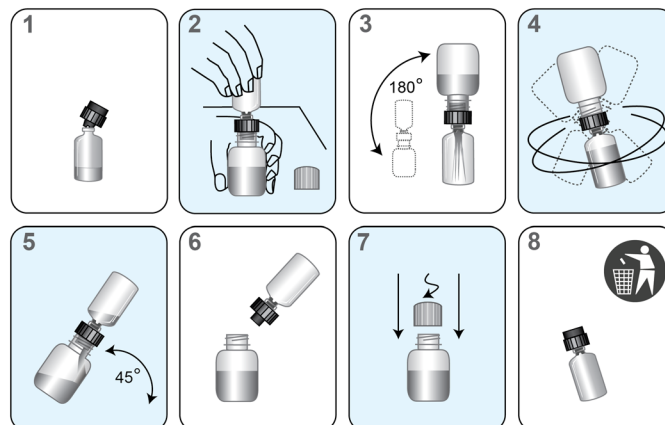

Figura 2. Proceso de reconstitución
- b. Abra el vial del reactivo liofilizado e inserte firmemente el extremo ranurado del collar de reconstitución en la abertura del vial (Figura 2, paso 1).
- solución sobre la mesa del laboratorio, inserte firmemente el otro extremo del collar de reconstitución en la abertura del frasco (Figura 2, paso 2).
- d. Invierta lentamente los frascos acoplados. Deje que la solución escurra del frasco al interior del vial de vidrio (Figura 2, paso 3). Espere a que el reactivo liofilizado pase a la solución y luego agite por rotación suave la solución en el vial de vidrio para mezclarla. Evite que se forme espuma al agitar el frasco (Figura 2, paso 4).
- e. Invierta los frascos e inclínelos en un ángulo de 45° para reducir a un mínimo la formación de espuma (Figura 2, paso 5). Deje que escurra todo el líquido de nuevo en el frasco de plástico.
- f. Retire el collar de reconstitución y el vial de vidrio (Figura 2, paso 6).
- g. Vuelva a tapar el frasco de plástico (Figura 2, paso 7). Escriba las iniciales del usuario y la fecha de reconstitución en todos los viales de reactivos de reconstitución. Asegúrese de registrar el analito (PCA3 o PSA) en los viales de los reactivos de sonda.
- h. Deseche el collar de reconstitución y el vial de vidrio (Figura 2, paso 8).